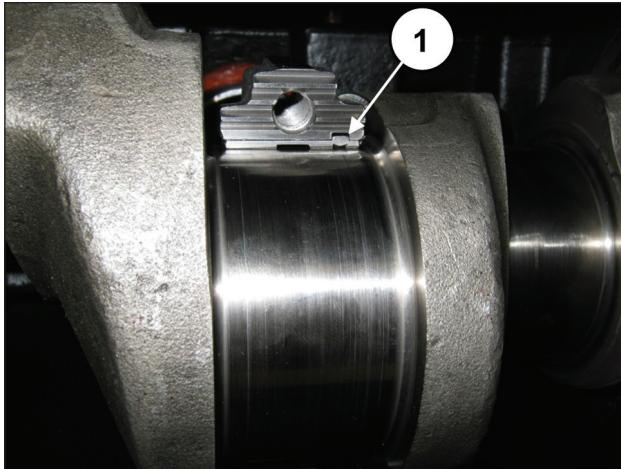

Abb. 68
**Stellen Sie für einen vorschriftsmäßigen Einbau der Lagerschalen sicher, dass die Bezugsmarkierung der Lagerschalen in der entsprechenden Aufnahme an der Pleuelhälfte zu liegen kommt (Pos. ①, Abb. 68).**